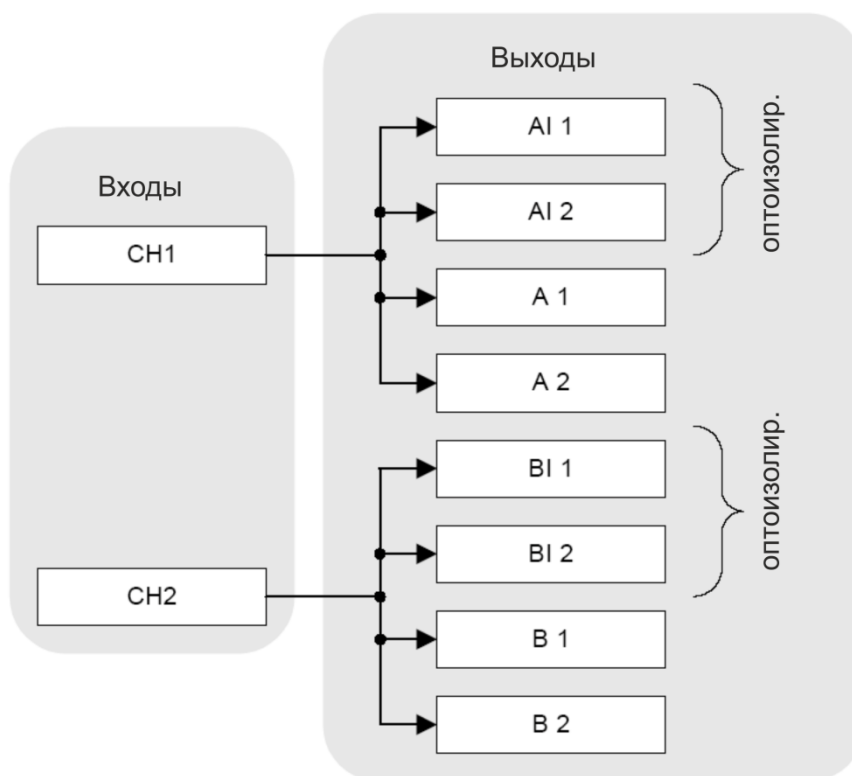

Рисунок 8 – Схема работы изделия в независимом режиме
– группа В. В каждой группе имеется два неизолированных выхода и два оптоизолированных, см. рисунок 8.